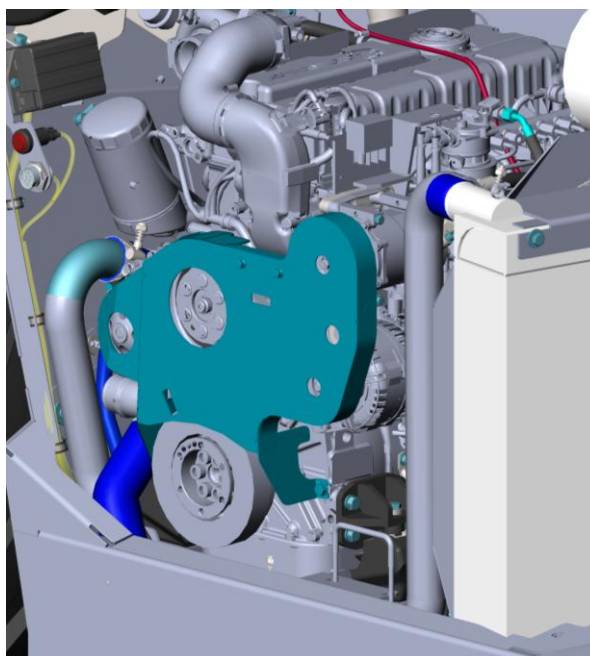

Рисунок 5.17. Моторный отсек машины
- ▶ Осмотреть двигатель на предмет протечек моторного масла, топлива, охлаждающей жидкости, рис. 5.17.